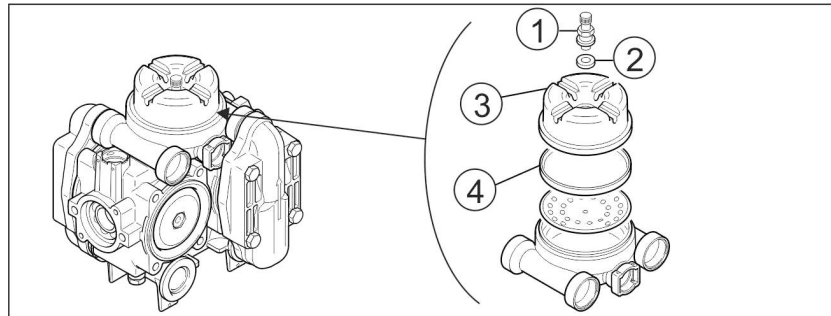

Fig. 193
1. Ventil (Fig. 193/1) und Scheibe (Fig. 193/2) demontieren.
2. Hilfswerkzeug in die Deckelnuten einlegen und Deckel (Fig. 193/3) abschrauben.
3. Membran (Fig. 193/4) kontrollieren und defekte Membran austauschen.